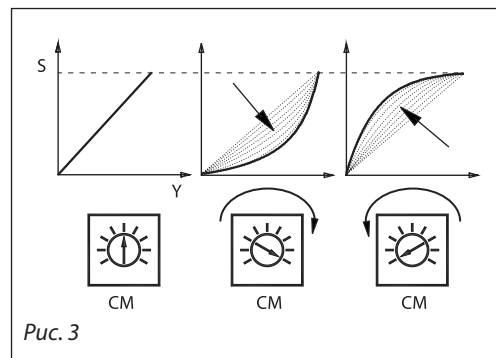

Рис. 3
**Переключатель 4: LIN/MDF** — функция изменения характеристики регулирования (рис. 3):